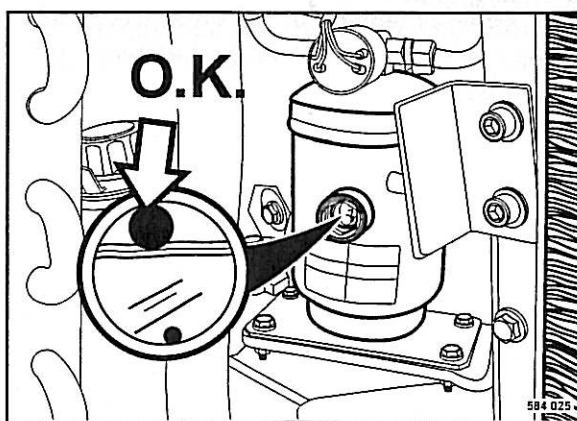

Fig. 103
- Comprobar si el flotador esférico blanco (Fig. 103) se encuentra arriba de todo en el cristal de observación de la unidad secador/colector.